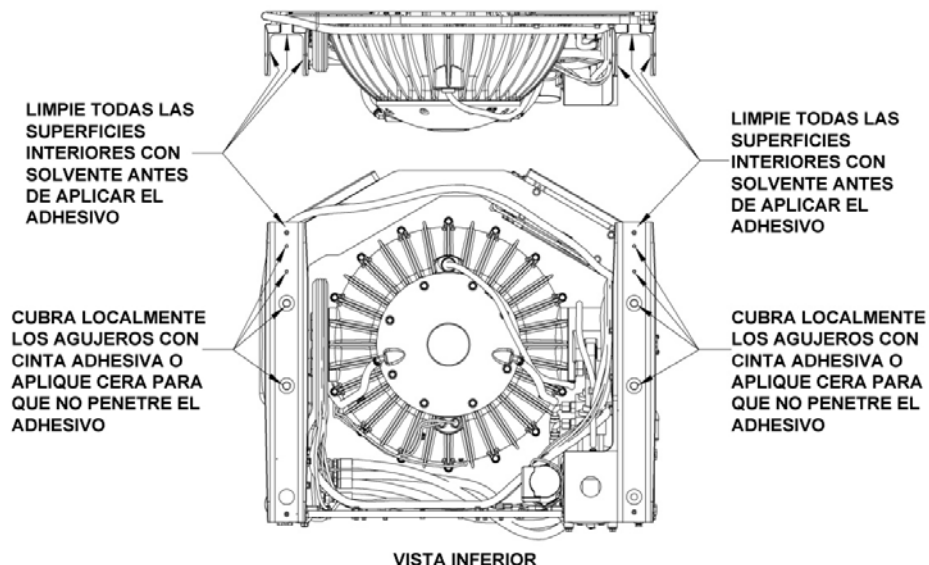

FIGURA 8 – PREPARACIÓN DE BASE PARA ADHESIÓN
- 7) Limpie completamente las superficies internas de la base del giróscopo con el solvente apropiado que requiera el adhesivo, según se muestra en la Figura 8. Seakeeper recomienda el uso de un limpiador/base incrustante sobre la superficie de adhesión de aluminio de la base. (El producto para sistema occidental N.º 860-8 se envía junto con el kit de adhesivo para giróscopo).
- 9) Cubra con cinta los orificios escariados en cada uno de los cuatro pernos de cojinetes del cardán (4 lugares) y los orificios para los pernos de montaje de la abrazadera delantera (4 lugares), a fin de mantener el adhesivo fuera de las roscas de los tornillos, según se muestra en la Figura 8.